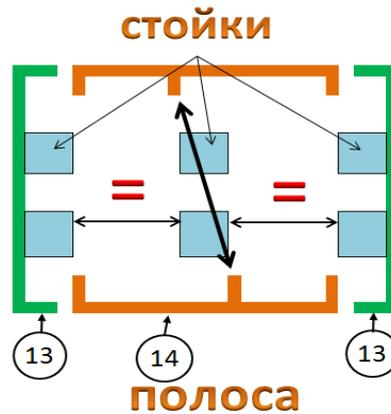

рис.5
По нижнему срезу стоек расположить полосы (14) и (13). Полосы (14) одинаковые. Развернуть полосы (14) наклоном ушек друг к другу. К крайним стойкам полосы (13) крепятся с внутренней стороны стоек как на рис. 5. Ушки должны совпадать с направлением стоек. Ушки у крепления (13) расположить СНАРУЖИ комплекса. Зафиксировать полосы по углам креплением (76), а внутренние креплением (75). Установить турник стяжку на крайние стойки и зафиксировать винтами (75).